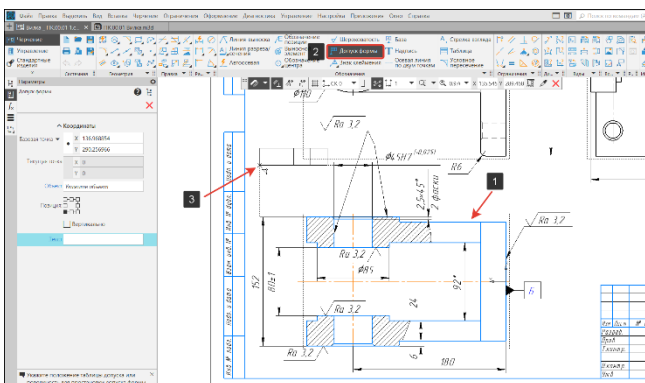

Рисунок 252 – Команда Допуск формы
- Вид, на котором выполняется команда Допуск формы, ДОЛЖЕН БЫТЬ АКТИВНЫМ (1) (Рисунок 252);
- В панели Обозначения выберем команду Допуск формы (2) (Рисунок 252);
- На поле чертежа укажем точку вставки рамки допуска (3) (Рисунок 252). По умолчанию рамка допуска располагается горизонтально;